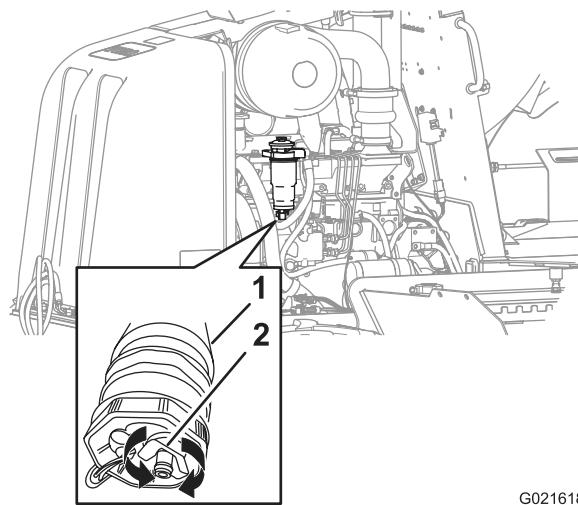

Figure 52
- Placez un petit bac de vidange sous l'élément secondaire du filtre à carburant (Figure 52).
- Tournez le robinet de vidange au bas du de l'élément secondaire de 2 ou 3 tours dans le sens antihoraire, et videz l'eau et les sédiments présents dans le séparateur carburant-eau du filtre à carburant (Figure 52).
- Lorsque du carburant propre s'écoule, tournez le robinet de vidange dans le sens horaire pour le fermer (Figure 52).